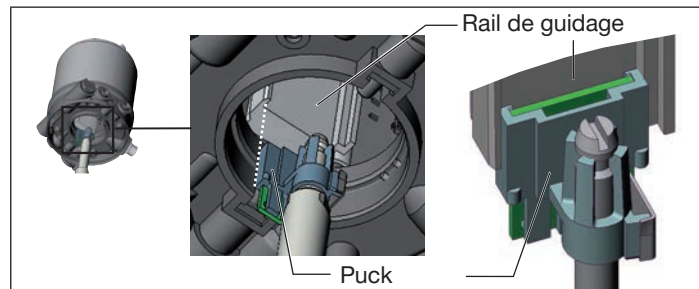

Figure 6 : Alignement du puck
2. les manchons de l'unité de commande s'insèrent dans les raccords d'air de pilotage de l'actionneur (voir « Figure 6 »).